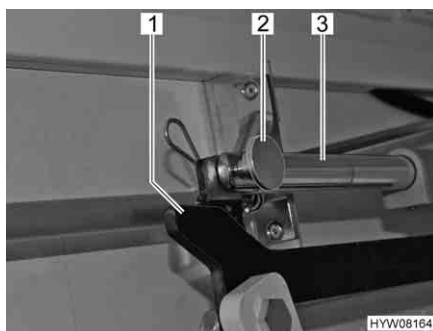

Fig. 90 Azionamento
- Rimuovere il collegamento (p. es. copiglia e bullone) (Fig. 90,2) tra la biella (Fig. 90,3) e la leva (Fig. 90,1).